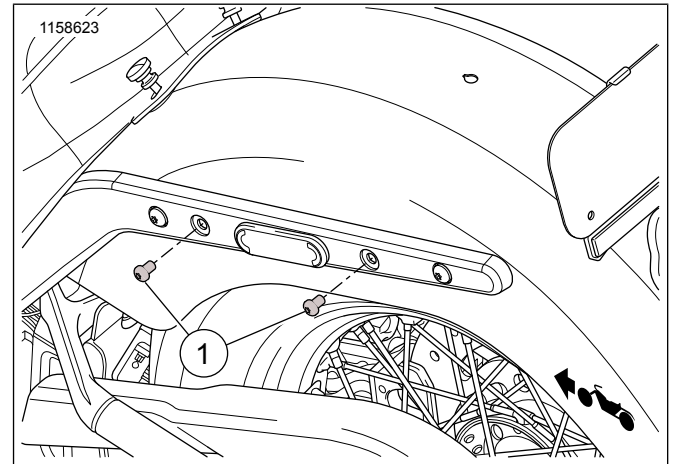

Figure 1. Pag-aalis ng Turnilyo - Fender sa Likod
2. Figure 1 Luwagan ang mga pansuportang turnilyo ng fender (1).
3. Figure 1 Alisin ang turnilyo ng fender (1), itapon.